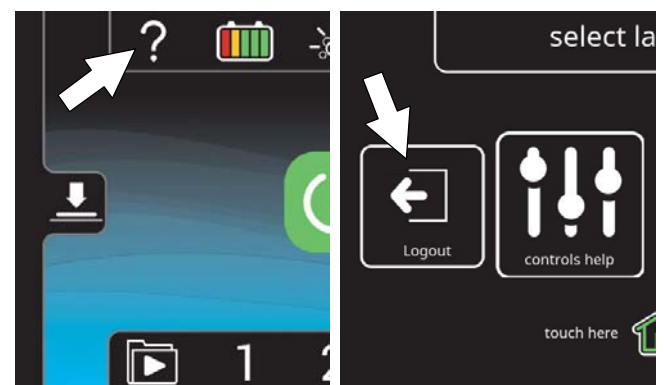

ABB. 169
7. Wenn der Benutzer mit dem Bedienen der Maschine fertig ist, wird empfohlen, dass sich der Benutzer abmeldet, indem er die Hilfe-Taste und dann die Logout-Taste drückt (Abbildung 169). Sie können sich auch durch Drehen des Zündschlüssels auf abmelden.